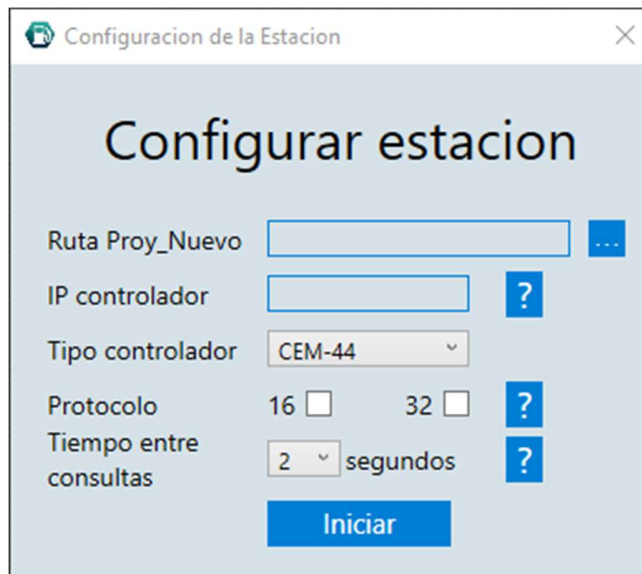

Imagen 5
- 7) En esta ventana (Imagen 5), completará con los datos fundamentales para el correcto funcionamiento del sistema.